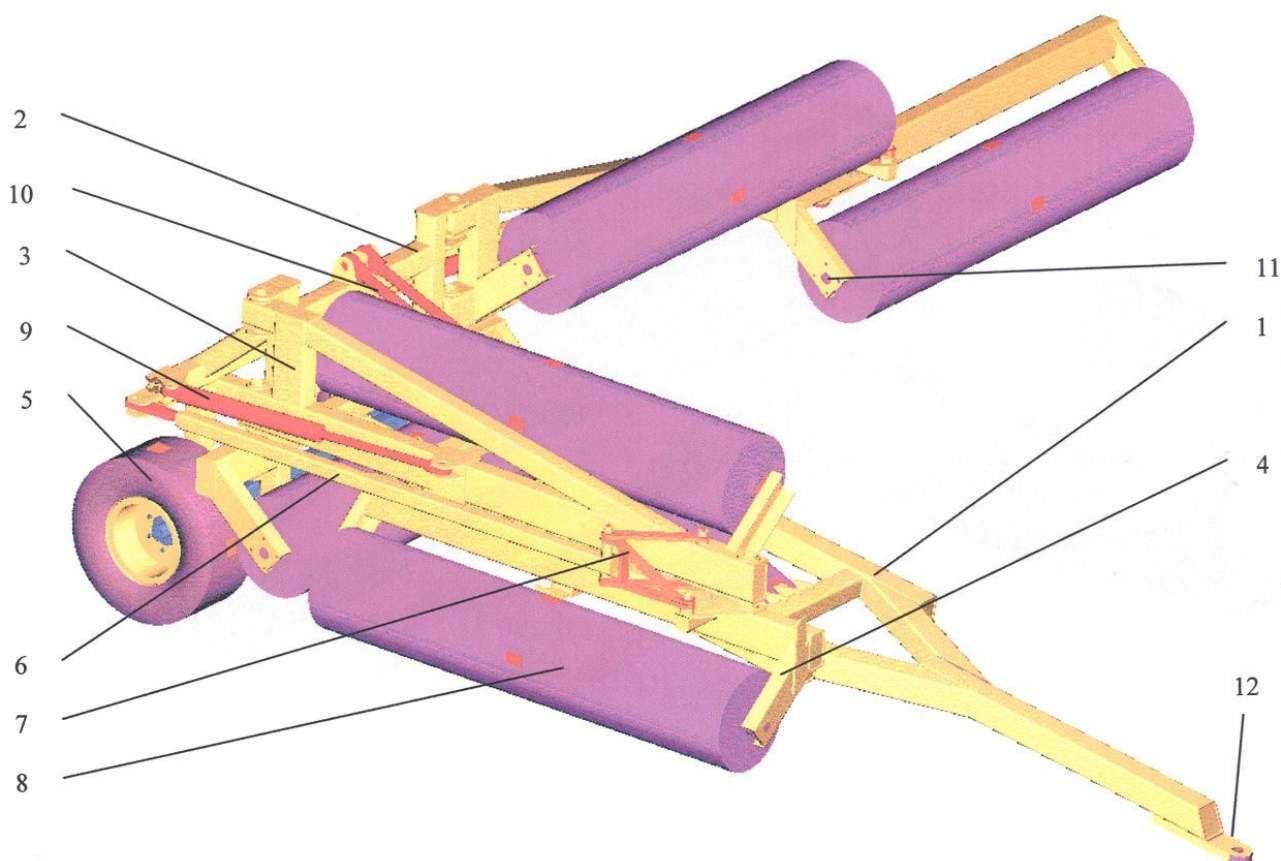

Рис.1 Общий вид полевого обрабатывающего катка MAXIMUS.
- во время транспортировки катка по дорогам общественного пользования необходимо обязательно **установить на центральной раме /поз.2, рис.1/ полевого катка:**
Центральная рама / рис.1, поз.2 / – представляет собой несущий элемент для рабочих секций. Рама изготовлена из закрытых профилей, гнутых холодным способом.
К раме крепятся ходовые колеса катка. Центральная рама может изменять положение в вертикальной позиции / служат для этого центральные серводвигатели, рис.1, поз.10 /, благодаря чему является возможным достижение транспортировочной позиции.